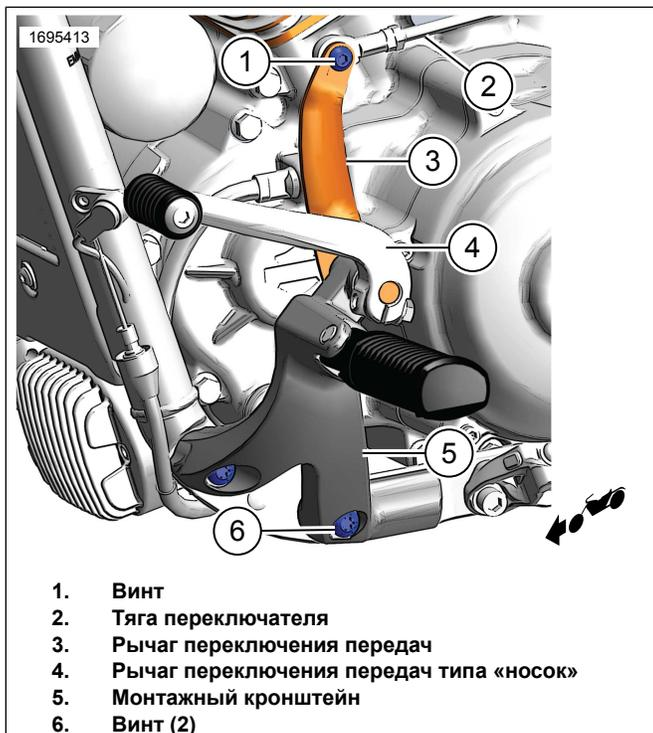
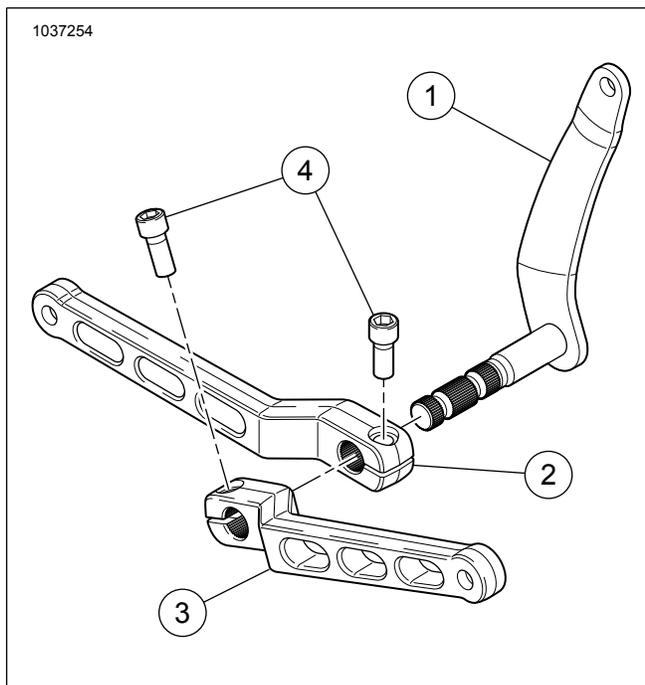
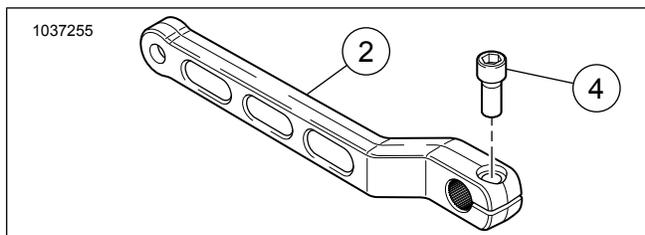
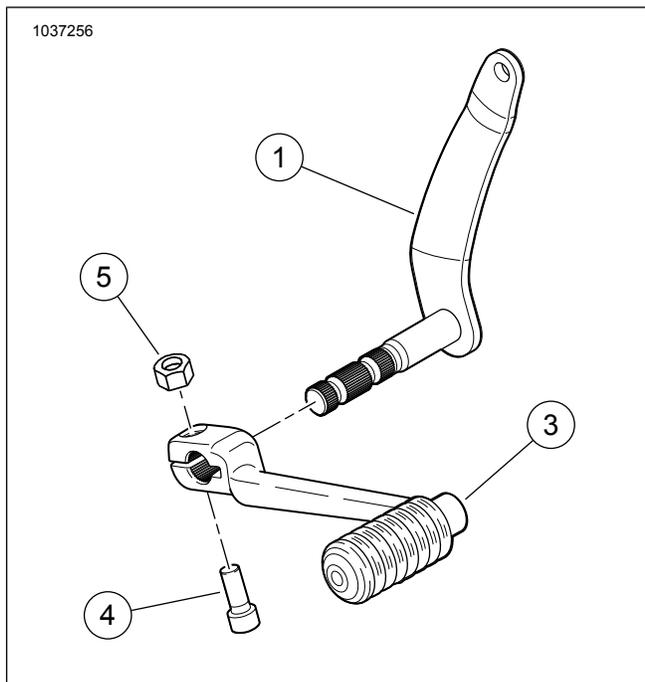

Рисунок 1. Платформа для ног
Рисунок 2. Комплект рычага переключения передач типа «пятка»/«носок»
Рисунок 3. Комплект рычага переключения передач типа «носок»
Рисунок 4. Комплект рычага переключения передач типа «пятка»
См. Рисунок 2, Рисунок 3, Рисунок 4 и Таблица 1.
1. См. рис. 3. Снимите рычаг переключения передач Оригинальное оборудование (ОЕ). См. руководство по техническому обслуживанию.
2. Установите рычаг переключения передач типа «носок» (1) на шлицевый вал, при этом угол рычага должен соответствовать углу заводского рычага переключения передач типа «носок», который был снят ранее.
3. После сборки рычага переключения передач типа «носок» и его правильной ориентации вставьте глухой винт с шестигранной головкой (4) и затяните его до значения момента затяжки, указанного в руководстве по техническому обслуживанию.
1. См. рис. 1. Снимите ОЕ рычаг переключения передач типа «носок» (4) с шлицевого вала переключения передач (3).
2. Снимите ОЕ рычаг переключения передач (3) со штока переключения передач (2).
3. Снимите ОЕ рычаг переключения передач (3) с монтажного кронштейна (5). Сохраните уплотнительное кольцо и пластиковую проставку.
4. Снимите два винта (6) с кронштейна водительской платформы для ног на раме. Сохраните винты.
5. См. рис. 2. Установите ОЕ уплотнительные кольца и пластиковую проставку на **новый** рычаг переключения передач (1).
6. См. рис. 1. Установите **новый** рычаг переключения передач (3) на монтажный кронштейн (5).
7. Нанесите фиксатор резьбы из комплекта на снятые ранее винты (6).
9. Установите **новый** рычаг переключения передач (3) на шток переключения передач (2). Затяните винт (6). См. руководство по техническому обслуживанию.
10. См. рис. 2. Установите рычаг переключения передач типа «носок» (2) на шлицевый вал под нужным углом.
11. См. рис. 2. Установите рычаг переключения передач типа «пятка» (3) на шлицевый вал под нужным углом.